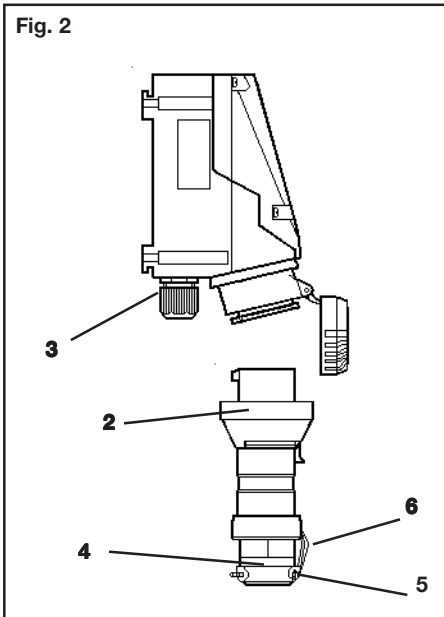

Fig. 2
Afin d'assurer le mode de protection selon la plaque signalétique après la mise en circuit de la prise avec la fiche mise en place, l'anneau à baïonnette de la fiche (page 13, fig. 2, pos. 2) est tourné jusqu'à sa butée sur la prise.
Le montage de la prise murale, de la prise à bride et du prolongateur doit se faire de sorte que l'ouverture d'enchâssement soit dirigée vers le bas (fig. 2).
Généralement, les garnitures pourvues dans la fiche ou dans le prolongateur doivent être utilisées. Lors du montage du câble, il faut faire attention à ce que des garnitures convenables pour le diamètre du câble soient employées. Après avoir connecté le câble, la collerette de fixation (page 13, fig. 2, Pos. 4) doit être vissée à la main jusqu'à ce que l'étanchéité soit assurée. Puis, les vis Pos. 5, de la pince de décharge de traction Pos.6, doivent être serrées à fond.